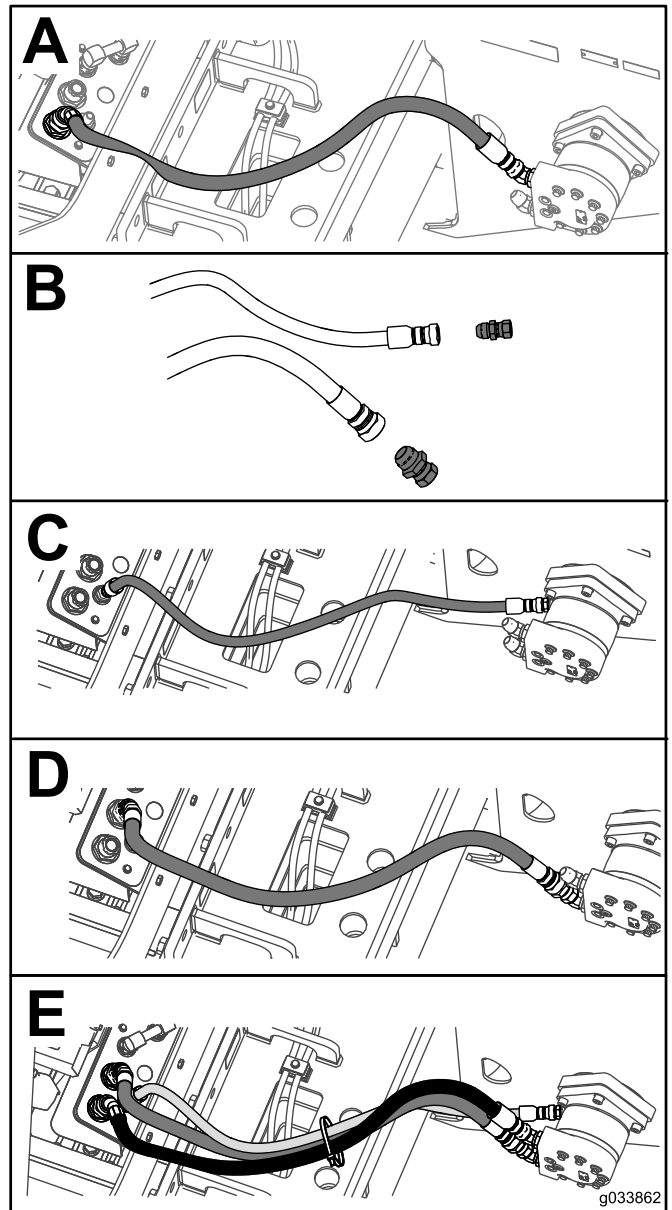

Рисунок 12
1. Установите 50-дюймовый шланг со штуцером F12, как показано на виде А на Рисунок 12.
4. Подсоедините переходной патрубок к 50-дюймовому шлангу со штуцером F16, как показано на виде В на Рисунок 12.
6. Подсоедините другой переходник к 46-дюймовому шлангу, как показано на виде В на Рисунок 12.
8. Подсоедините другой 50-дюймовый шланг со штуцером F16, как показано на виде С на Рисунок 12.
11. Подсоедините 46-дюймовый шланг, как показано на виде D на Рисунок 12.
14. Закрепите шланги с помощью кабельной стяжки (вид E на Рисунок 12).